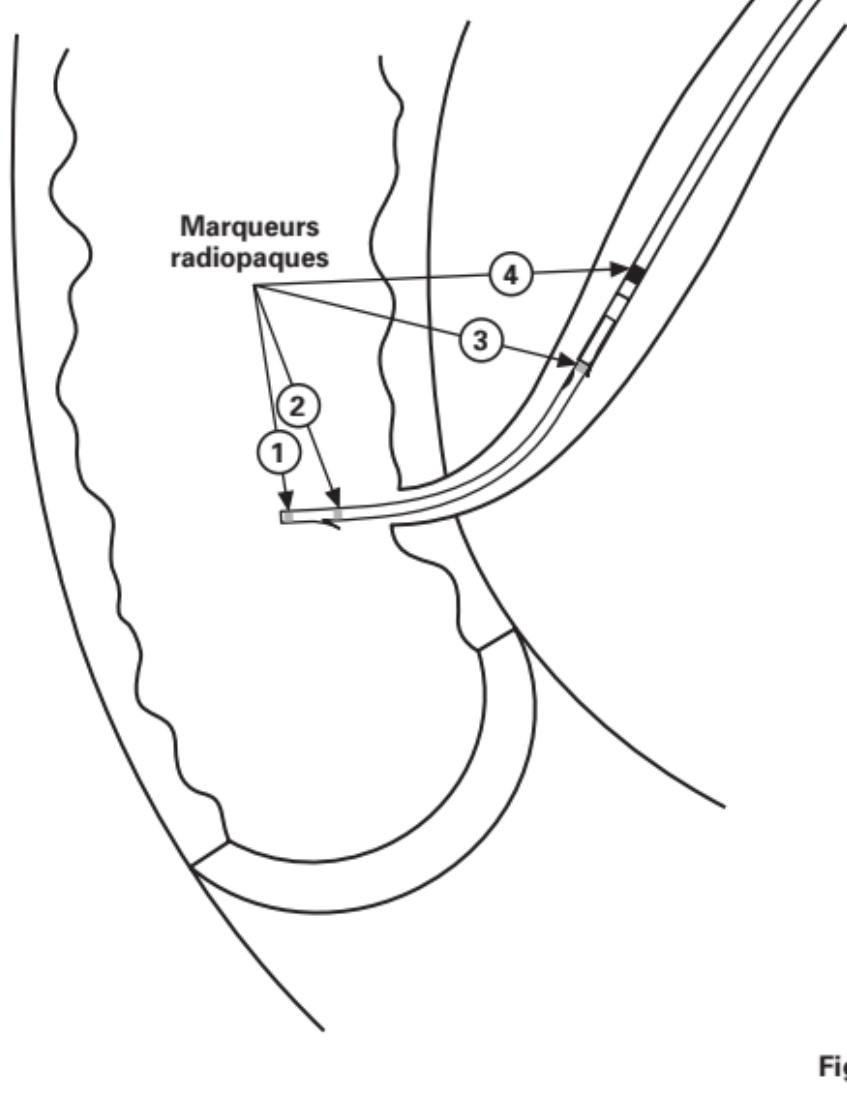

Fig. 3
13. Une fois le système d'endoprothèse introduit, le chirurgien notera la présence de quatre marqueurs radiographiques grâce à la visualisation radiographique. L'orifice d'accès latéral peut être utilisé pour l'injection de produit de contraste dès lors qu'une amélioration visuelle est nécessaire. (**Fig. 3**)
14. Le premier marqueur radiographique (1) apparaît à l'extrémité distale du guide interne, ce qui correspond à la position de l'extrémité distale de l'endoprothèse elle-même.
15. Le deuxième marqueur (2) apparaît sur le guide interne à une position correspondant à la collerette distale de l'endoprothèse et indique le positionnement approprié de l'endoprothèse dans la papille. Lorsque ce marqueur se trouve dans le duodénum, le chirurgien a la garantie que l'endoprothèse sera déployée dans la papille, la collerette distale se trouvant dans le duodénum et la collerette proximale dans le cholédoque.
16. Le troisième marqueur (3) indique la position de la collerette proximale, afin d'informer le chirurgien de la position des deux collerettes avant le déploiement. Ce marqueur doit être maintenu au-dessus de la papille afin d'éviter le déploiement de l'endoprothèse à une position trop basse dans le canal biliaire.
17. Le quatrième marqueur (4) est le plus gros et représente l'extrémité distale de la butée arrière de l'endoprothèse (c), contre laquelle le déploiement s'effectue.